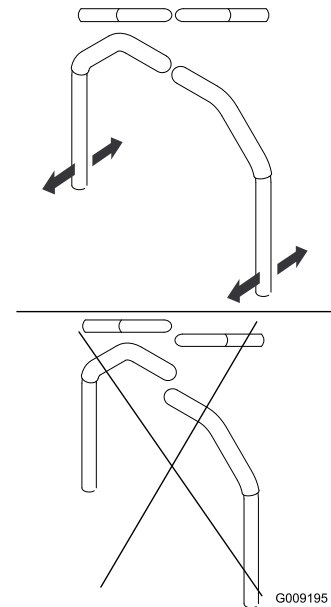

Figura 80
4. Ajuste la posición delante/detrás de las palancas acercándolas a la posición de punto muerto y deslizándolas hasta que queden alineadas, y luego apriete los pernos (Figura 80).